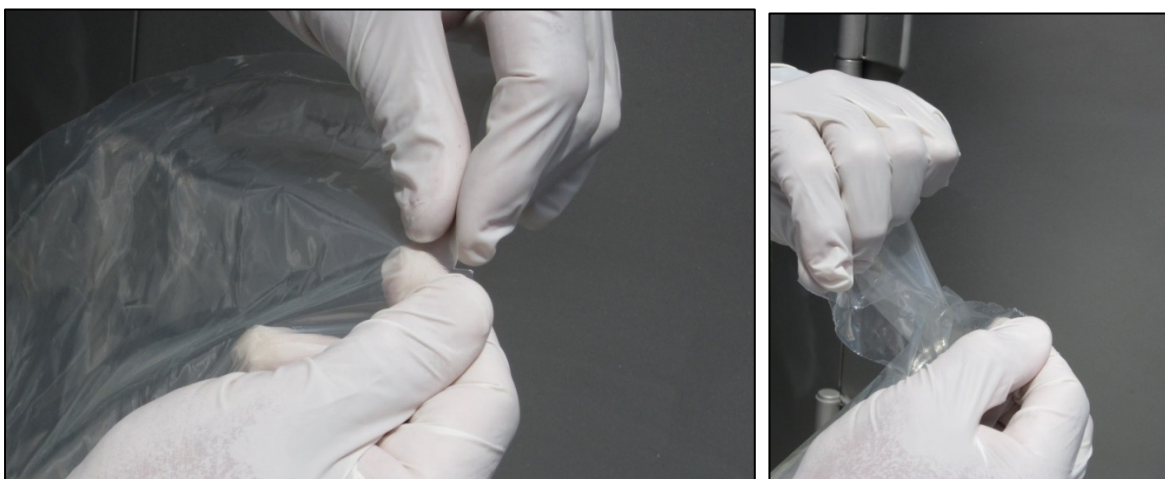

Figure 10 : Ouverture des sachets d'emballage via l'Ouverture facile
7. Sélectionner un bioconteneur de mélange à usage unique LevMixer ou Magnetic Mixer selon le type de mélangeur que vous prévoyez d'utiliser. **LES BIOCONTENEURS DE MÉLANGE ET LES MÉLANGEURS NE SONT PAS INTERCHANGEABLES.** S'assurer que le code article est correct et vérifier la date d'expiration. Enlever l'emballage extérieur et intérieur en le déchirant au niveau de l'ouverture facile (Figure 10) - **NE PAS UTILISER DE CISEAUX OU AUTRES OBJETS COUPANTS.** Conserver l'étiquette à l'intérieur de l'emballage conformément aux politiques relatives à la Qualité en vigueur au sein de l'organisation.